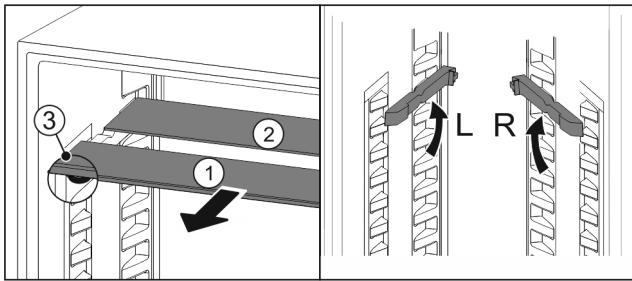

Fig. 19
- ▶ По одной извлеките Fig. 19 (1) стеклянные панели движением вперед.
- ▶ Стеклянная панель Fig. 19 (1) с декоративной планкой лежит спереди.
- ▶ Стопоры Fig. 19 (3) показывают вниз.